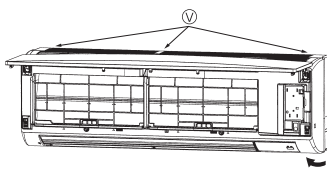

Fig. 6-3
- Défaire 3 crochets. (Fig. 6-3)